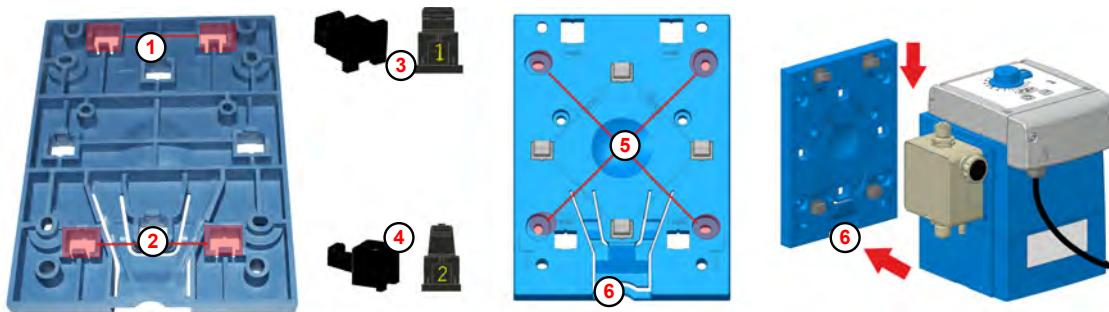

Fig. 5: Preparaciones para el montaje en pared
*En la parte inferior de la placa de montaje, las aberturas para el montaje en Montaje en pared (Fig. 5, ① o ②) están marcadas con el número 2.*
*Para el montaje en pared se emplean elementos de sujeción (en el volumen de suministro) con el índice 1 ③ y el índice 2 ④ .*
2. Deslizar los elementos de sujeción con el índice 2 ④ desde la parte trasera hacia las dos aberturas superiores ① , designadas con el número 2 y permitir que se acoplen.
3. Deslizar los elementos de sujeción con el índice 1 ③ desde la parte trasera hacia las dos aberturas inferiores ② , designadas con el número 2 y permitir que se acoplen.
5. Utilizar la placa de montaje de plantilla y marcar con un lápiz afilado los puntos de perforación ⑤ deseados.